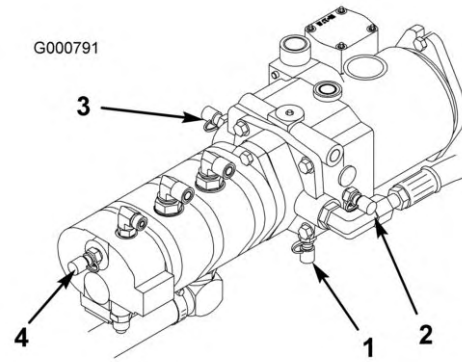

Figura 83
4. Il foro diagnostico D si trova in fondo alla trasmissione idrostatica (Figura 83) e misura la pressione di carica della trasmissione.
5. Il foro diagnostico E misura la pressione di marcia avanti (Figura 83).
6. Il foro diagnostico F misura la pressione di retromarcia (Figura 83).
7. Il foro diagnostico G misura la pressione del circuito dello sterzo (Figura 83).